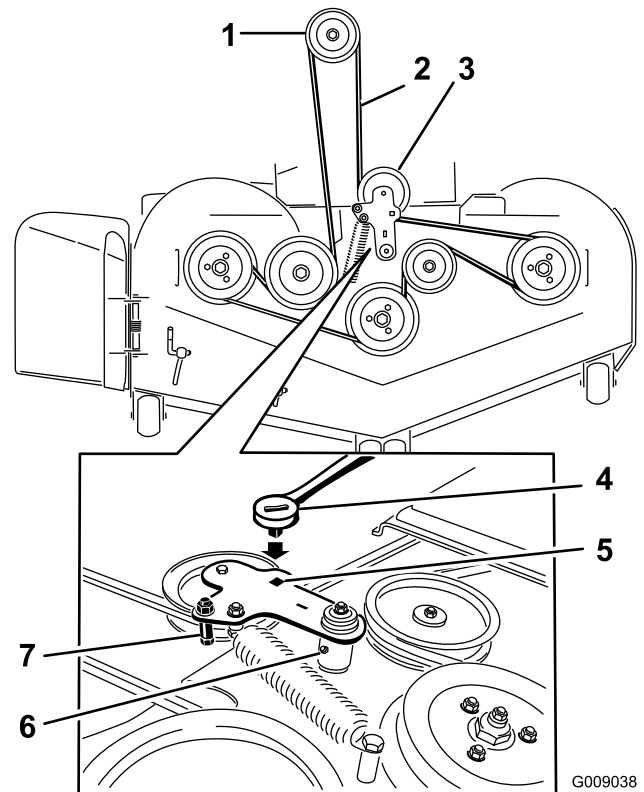

Figura 71
5. Utilice una llave de carraca en el taladro cuadrado del brazo tensor para aliviar la tensión del muelle tensor (Figura 71).
7. Retire la guía de la correa del brazo tensor tensado con muelle según lo ilustrado en Figura 71.
9. Pase la correa nueva alrededor de las poleas del cortacésped y de la polea del embrague, debajo del motor (Figura 71).
10. Instale la guía de la correa en el brazo tensor según se muestra en Figura 71.
11. Utilizando la llave de carraca en el taladro cuadrado, instale el muelle tensor (Figura 71).